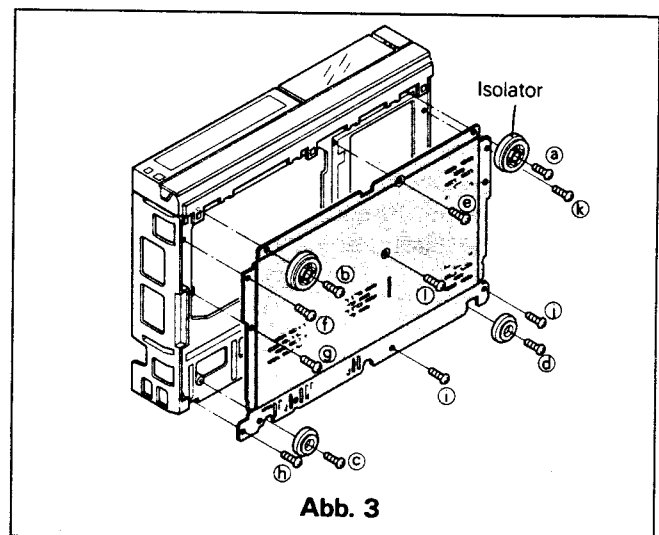

Abb. 3
- A. Entfernen Sie die 4 Schrauben (Ⓐ ~ Ⓓ), mit denen die Isolator befestigt ist. (Siehe Abb. 3)
- B. Entfernen Sie die 8 Schrauben (Ⓔ und Ⓛ), mit denen die Bodenplatte befestigt ist. (Siehe Abb. 3)